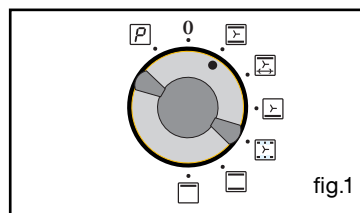

fig.1
##### • Grille sécurité anti-basculement (fig.1)
- Tirez le bouton de gauche et tournez-le pour régler l'heure (fig.1).
Tournez le sélecteur de fonctions sur la position de votre choix (fig.1).
Il suffit de positionner la manette "Sélecteur de fonctions" sur la position  "Pyrolyse" (fig.1).